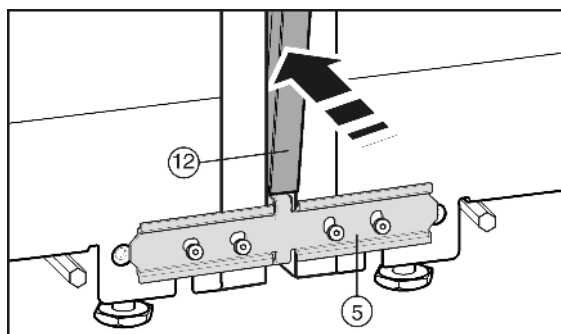

Fig. 9
Prima dell'inserimento dei coprifuga Fig. 9 (12) premere le due nervature sull'intera lunghezza. Il listello è facilmente inseribile nella fessura. Per premere il listello utilizzare un panno morbido, così da evitare ammaccature nella superficie del coprifuga. Premere con cura il listello diritto nella fessura per ottenere una connessione ottimale.
- Sul lato anteriore premere il coprifuga Fig. 9 (12) lungo nella fessura verticale. Prestare attenzione in modo che il listello poggia sulla lamiera di collegamento Fig. 9 (5).